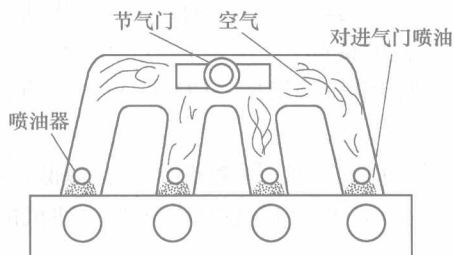

图 1-4 多点燃油喷射系统
(2) 多点燃油喷射系统 多点燃油喷射系统(图 1-4), 简称 MPI, 是在每一缸装有一只喷油器(安装在各缸进气门前), 因而能保证各缸之间混合气浓度的一致性, 由于该系统进气道仅仅通过空气, 而空气的流动性要比燃油的颗粒的流动性好, 因而进气管可以自由设计, 满足发动机的负荷的要求, 以求获得较大的转矩和功率。相比之下, 多点燃油喷射系统比单点燃油喷射系统的控制精度要好的多。